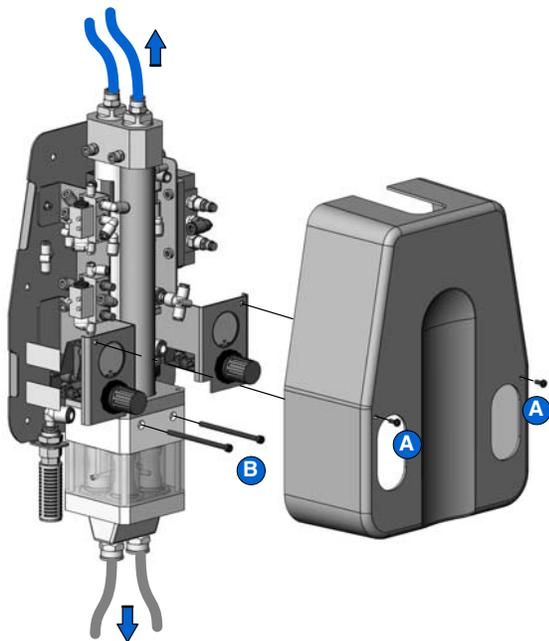
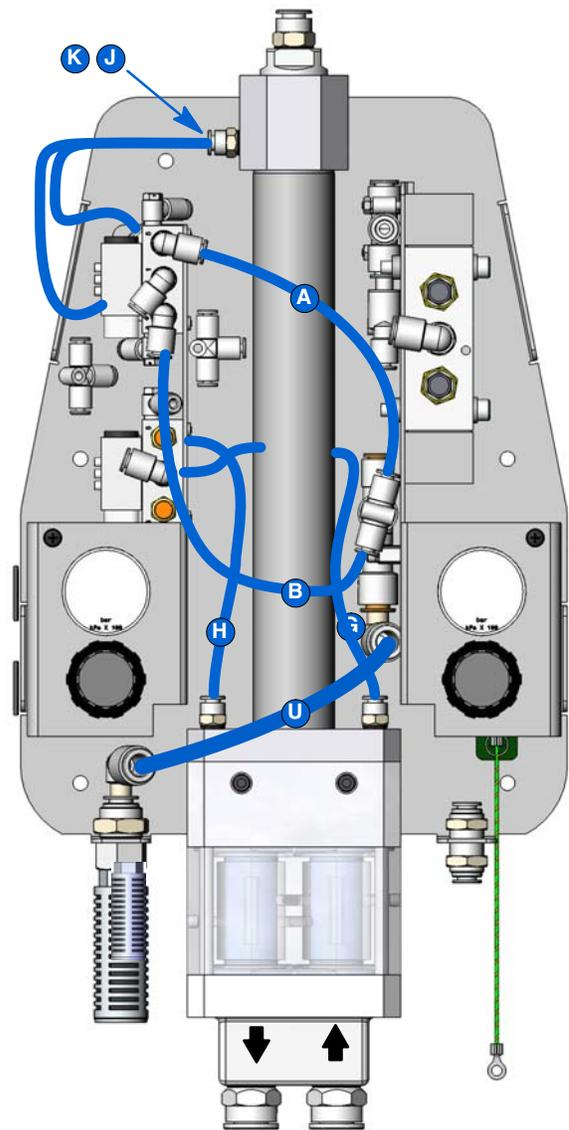

Figure 9 Dépose de l'ensemble pompe
Figure 10 Déconnexion des tuyaux pneumatiques
1. Voir la figure 9. Débrancher les conduites d'air de purge du dessus de la pompe.
3. Retirer les deux vis (A) et le capot de la pompe.
4. Voir la figure 10. Débrancher une extrémité de chacun des sept tubes pneumatiques indiqués.
**REMARQUE :** Les lettres dans la figure 10 correspondent aux lettres dans le *Schéma pneumatique* à la page 20.
5. Voir la figure 9. Retirer les deux vis (B) qui fixent la pompe à la base. Poser le distributeur sur un plan de travail propre.